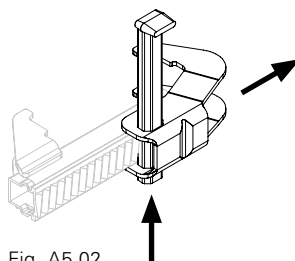

Fig. A5.02
2. Muovere la parte scorrevole (Fig.A5.02)